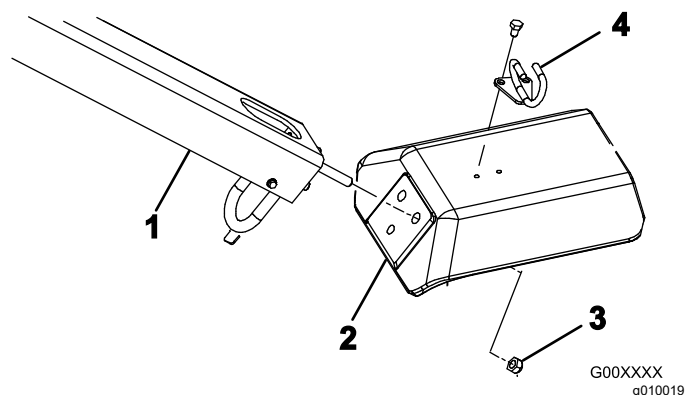

図 4
2. フォークの穴にハンドル取り付け用スタッドを差し込む 図 4。
3. ロックナット1/2" 3個を使って、ハンドルスタッドをフォークに固定する 図 4。
5. ボルト5/16 x 1/2" 2本を使って、ケーブルガイドをフォークの上部に取り付ける 図 4。